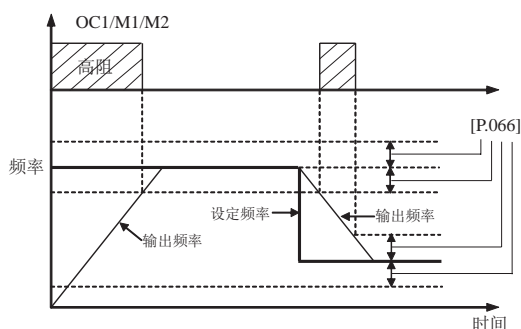

图 5-13 频率到达信号
- 1: 频率到达 当变频器的输出频率接近设定频率到一定范围时（该范围由参数 P.066 确定），输出有效信号（低电平），否则输出无效信号（高阻）。见图 5-13